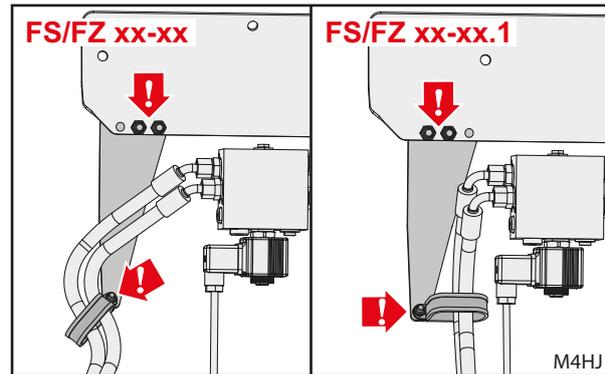

Fig. 27 Posizioni di montaggio del supporto
(19) Legare insieme le tubazioni flessibili con 1 fascetta stringitubo e montare quest'ultima sul supporto utilizzando 1 vite esagonale M6x25 e un dado autobloccante (vedere Fig. 27).
(20) Collegare il cavo di collegamento valvola al blocco valvole.